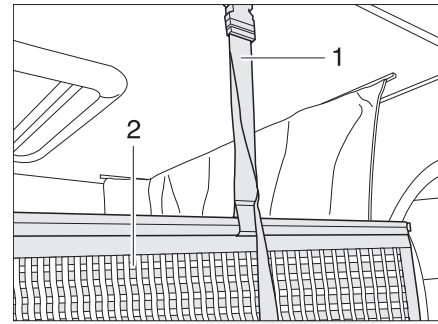

Bild 138 Halterung Sicherungsnetz
Das Sicherungsnetz (Bild 138,2) mit den Haltegurten ist unter der Matratze verstaut. Das Sicherungsnetz erst aufspannen, wenn sich die Personen bereits im Hubbett befinden.
- Die Haltegurte (Bild 138,1) in die Halterungen an der Decke einrasten.